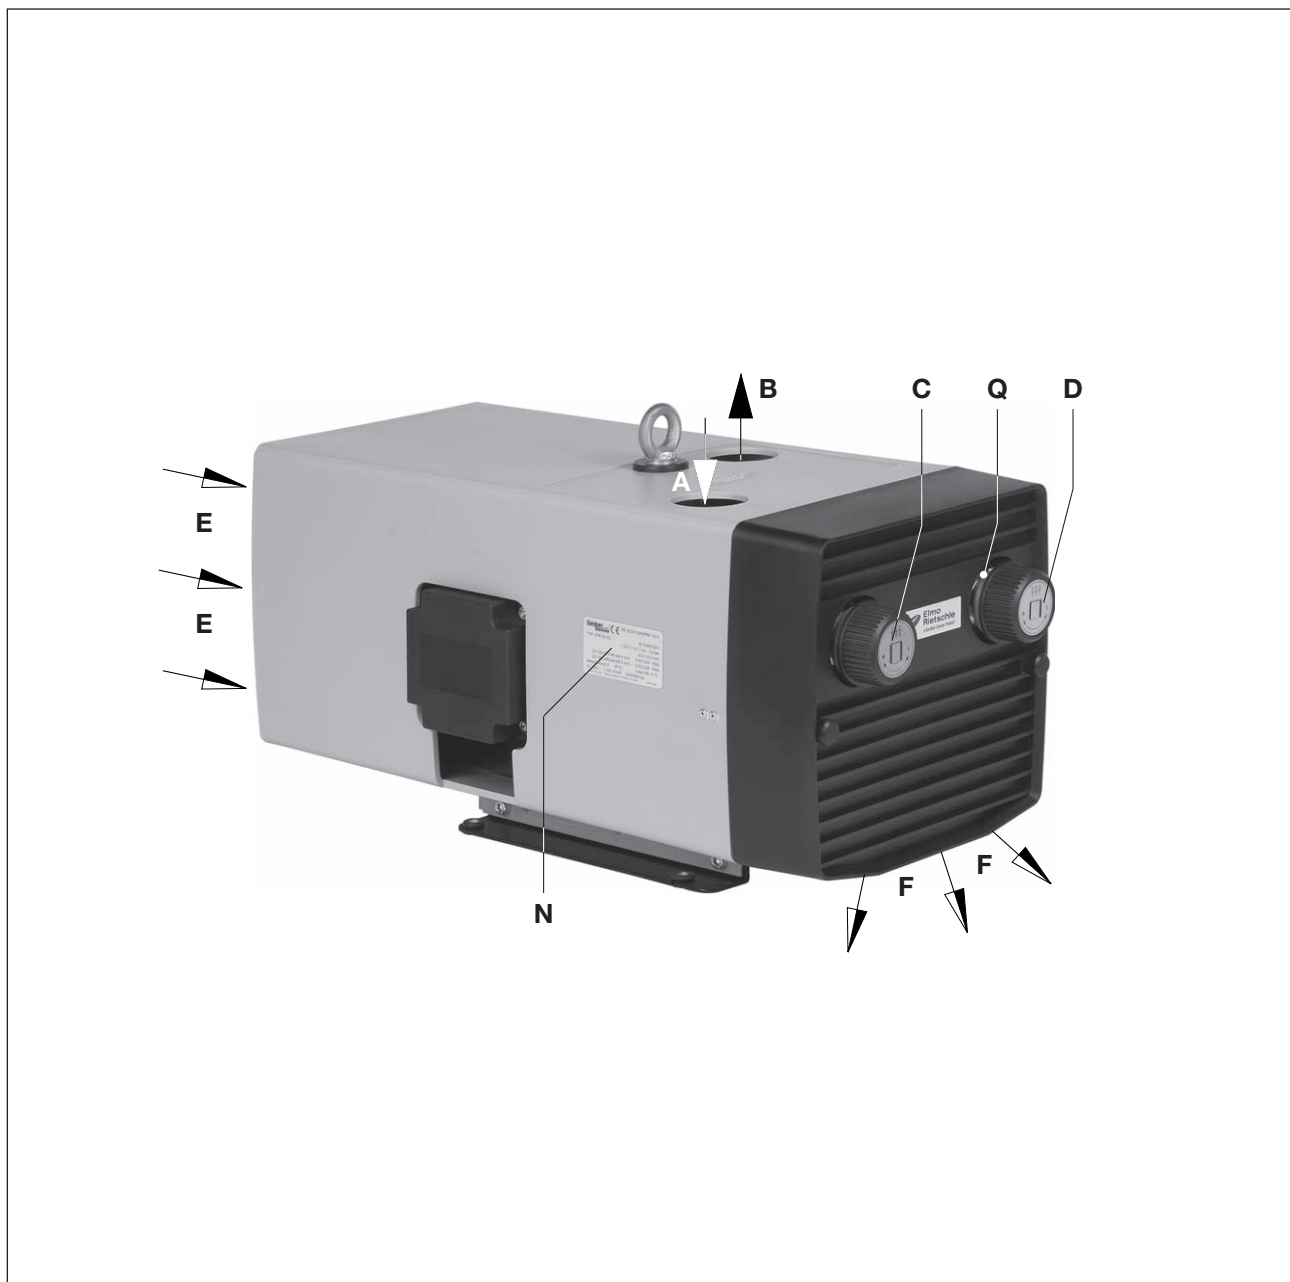

Рис. 2 Вакуумно-нагнетательный насос V-KTN
Модели V-KTN заключены в пластиковый звукопоглощающий кожух. Внутри звукопоглощающего кожуха также находится вентилятор, при помощи которого производится охлаждение. Вакуумный регулировочный клапан (рис. 2/C) и клапан регулировки давления (рис. 2/D) позволяют устанавливать нужные значения вакуума и давления, которые не должны превышать предельно допустимые величины.
Номинальный объёмный расход составляет 15, 25 и 40 м3/ч при частоте 50 Гц. Предельные значения нагрузки со стороны всасывания и со стороны напора (бар) указаны на заводской табличке (рис. 2/N). Зависимость объёмного расхода от избыточного давления показана в техническом паспорте D 481.
Для демонтажа продувочной (рис. 3/G) и заборной решетки (рис. 3/G1) требуется наличие свободного места для выполнения работ по техническому обслуживанию не менее 30 см. Кроме того, необходимо учитывать, что впускные отверстия для охлаждающего воздуха (рис. 2/E) должны находиться на расстоянии не менее 10 см от следующей стены (во избежание повторного всасывания выходящего охлаждающего воздуха).
- а) Вакуумное соединение (Рис. 2/А) и подвод давления при (Рис. 2/В).
Требуемые диапазоны давления и вакуума могут устанавливаться регулирующим давлением клапаном (Рис. 2/Д) и регулирующим вакуумом клапаном (Рис. 2/С) в соответствии с расположенной на регулировочной ручке символической табличкой.
- a) Электрические параметры двигателя находятся на заводской табличке (Рис. 2/N) или на самом двигателе. Двигатели соответствуют DIN EN 60034 и выполнены по классу защиты IP 55 и классу изоляции F. Схема соответствующего подключения находится в клеммном ящике двигателя (выпадает при осуществлении штекерного соединения). Параметры двигателя должны сравниваться с параметрами имеющейся электросети (тип тока, напряжение, частота, допустимая сила тока).